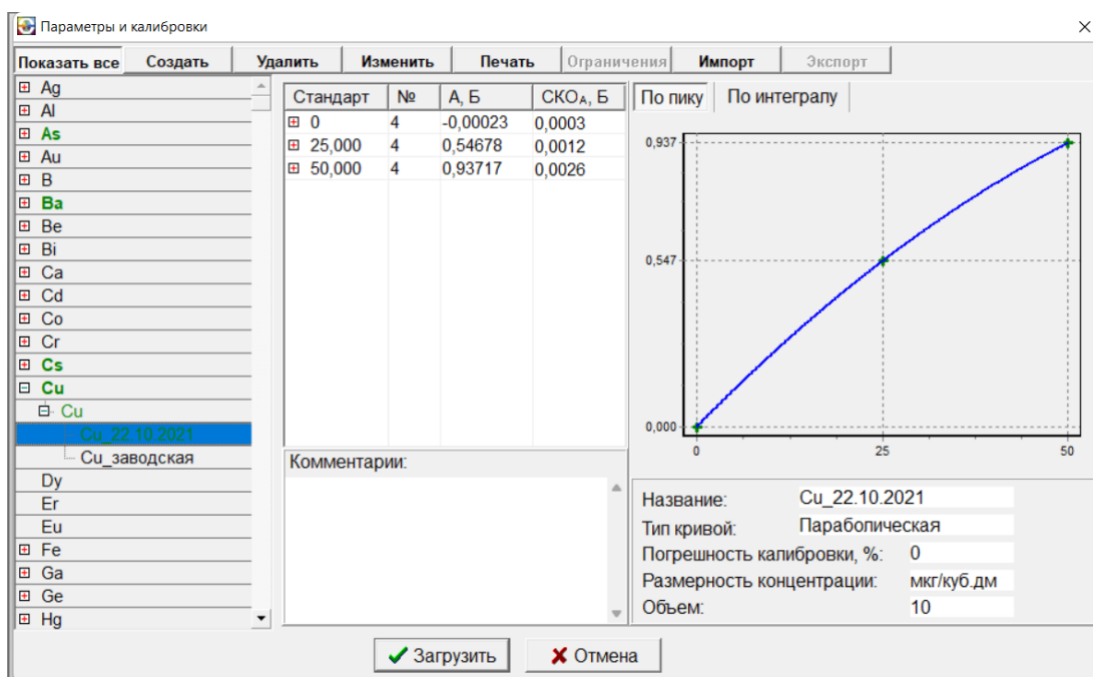

Рис. 25П – Ввод калибровок элементов
3.7.5 При измерении по существующей калибровке следует выбрать число анализируемых образцов (допустим это число равно шести) и число определяемых элементов (допустим два элемента – мышьяк и медь). Двойным щелчком левой кнопки мышки на верхней строке (шапка, где записано название элемента) активизируйте окно «Параметры и калибровки» программы и выберете нужную калибровку. При щелчке на верхней строке по символу элемента снизу справа появляется выбранная калибровочная зависимость этого элемента (Рис. 25П).